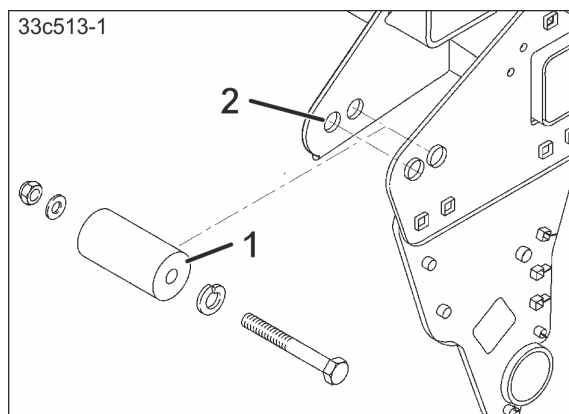

Fig. 105
- de deux coussinets (Fig. 105/1)
Les coussinets sont fixés dans le trou (Fig. 105/2).